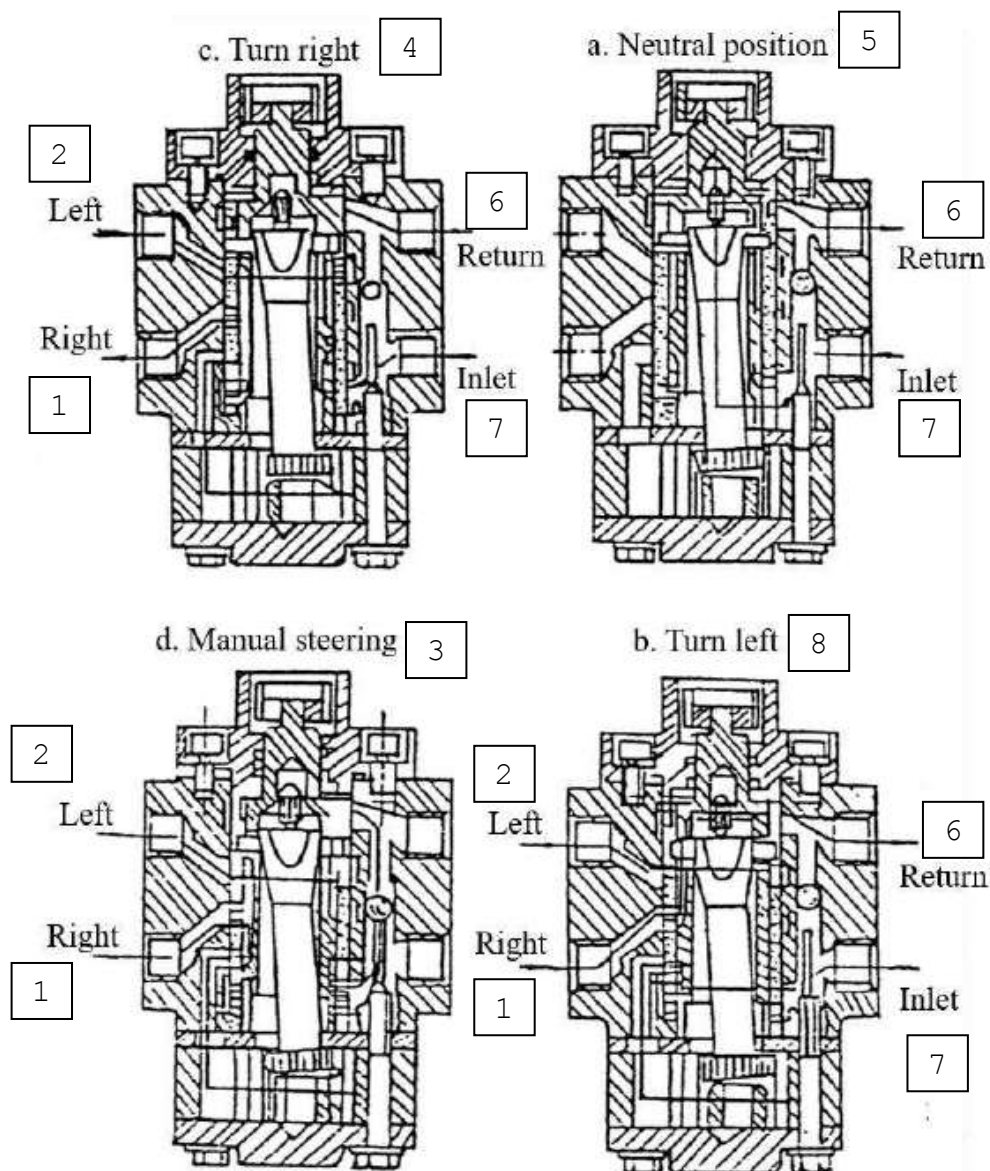

Рис. 3-4-4. Диаграмма масляного контура:
4.3.1. Принцип работы (Рис. 3-4-4).
В среднем положении (рулевое колесо не поворачивается) масло из масляного насоса в системе возвращается в масляный резервуар через середину клапана (см. Рис. 3-4-4, а).
При усилителе рулевого управления масло от многоходового клапана входит в циклоидное зацепление через последующий клапан, приводит в действие ротор, заставляя рулевое колесо вращаться, и посылает масло под давлением, зависящем от его количества, в левую или правую камеру рулевого цилиндра, заставляя поршень цилиндра двигаться влево или вправо, толкает рулевое колесо для осуществления усиления рулевого управления, и масло из другой камеры цилиндра возвращается в масляный бак (см. рис. 3-4-4, b и c).
Когда двигатель выключен, рулевое колесо приводится в действие усилием человека, и ротор приводится в действие элементом клапана, двойным штифтом и подсоединением вала. Масло одной камеры рулевого цилиндра под давлением переходит в другую камеру, и рулевое колесо приводится в действие силой человека (см. рис. 3-4-4, d). Масло поступает из масляного резервуара через дополнительный односторонний клапан.
Трубопровод должен быть соединен без ошибки. В соответствии с Рис. 3-4-4, «питание» должно быть подсоединено к масляному трубопроводу с многоходовым клапаном, «возврат» к масляному резервуару, «левый» и «правый» соединены, соответственно, с левой и правой камерами цилиндра рулевого управления.